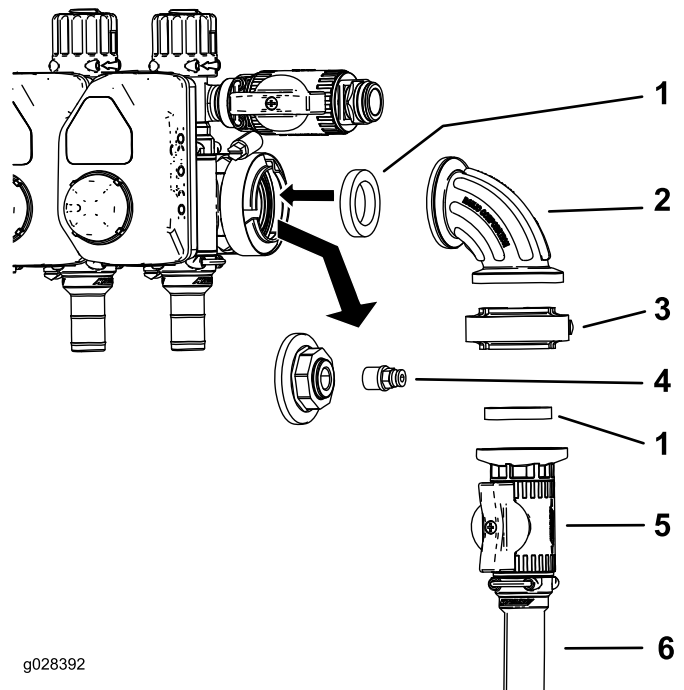
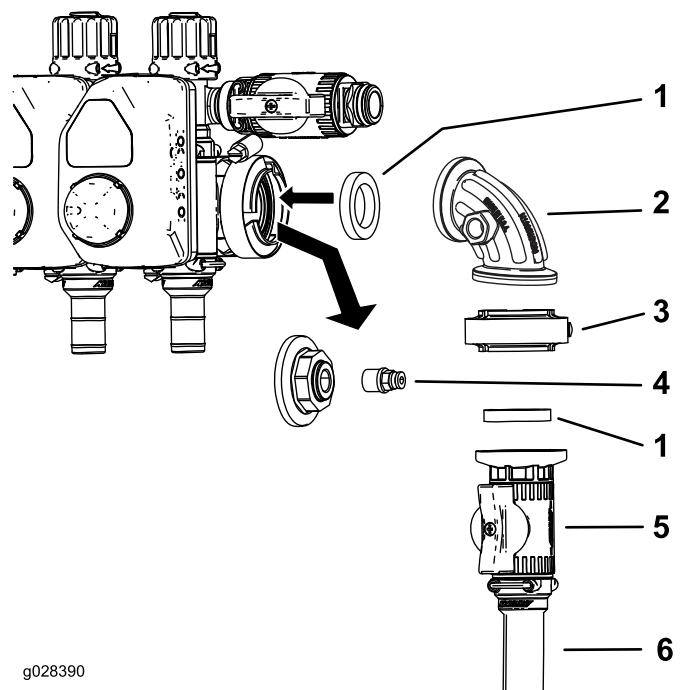

Figure 7
Figure 8
1. Détachez le collier à bride qui fixe le bouchon d'extrémité et le raccord à la prise du manomètre (Figure 7 ou Figure 8).
2. Déposez le raccord du bouchon d'extrémité (Figure 7 et Figure 8).
3. Montez la vanne de commande comme montré à la Figure 7 ou Figure 8.
4. Insérez le coupleur dans l'orifice libre du raccord à 90 degrés (Figure 7 ou Figure 8).
Remarque: La prise dans le côté du raccord à 90 degrés du Multi Pro 1750 et du Multi Pro WM se trouve à l'avant (non représenté) du raccord (Figure 7).
5. Raccordez le flexible d'alimentation du dévidoir à la vanne de commande au moyen d'un collier (Figure 7 ou Figure 8).